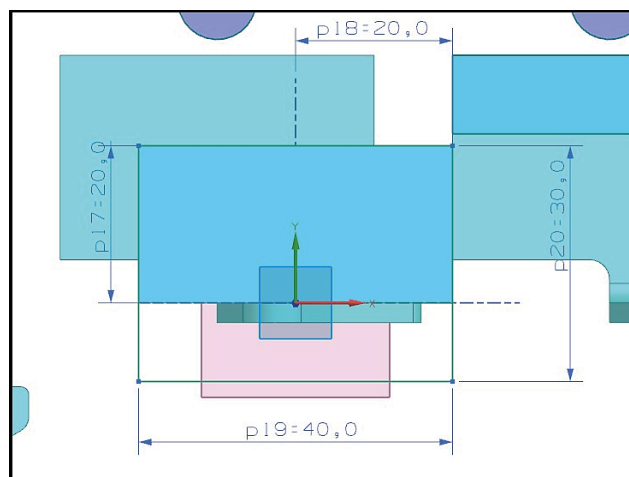

Рис. 9.13. Контур проектируемого пуансона
25. Создайте внешний контур пуансона. Укажите тип создаваемого инструмента **Пуансон**. В строке выбора родительского компонента укажите подсборку *prj\_db\_000*. Для создания пуансона отсутствует возможность выбора плиты для его размещения. По умолчанию для данного типа расположения деталей (UP) пуансон устанавливается в плите матриц. Нажмите кнопку **Создание координатной плоскости**.
26. В рабочем окне щелкните ЛКМ по созданной плоскости для перехода в режим создания **Эскиза**. Спроектируйте контур пуансона как прямоугольную фигуру с размерами 40 мм на 30 мм, как показано на рис. 9.13. Завершите построение нажатием кнопки **Закончить эскиз**.